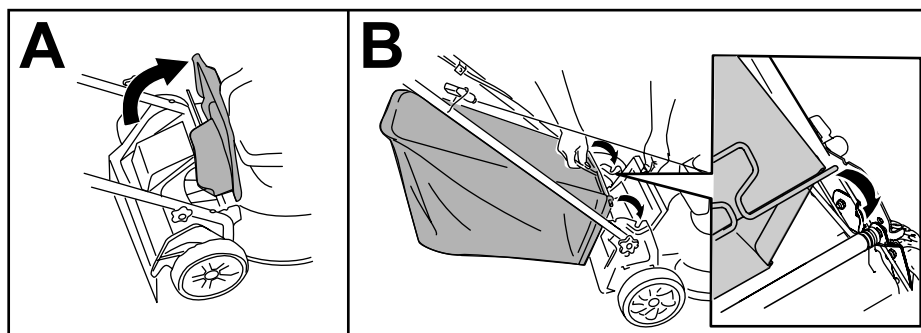

Рисунок 14
1. Поднимите задний отражатель (вид А на Рисунок 14).
2. Вставьте концы стержней травосборника в пазы кронштейнов рукоятки (вид В Рисунок 14).